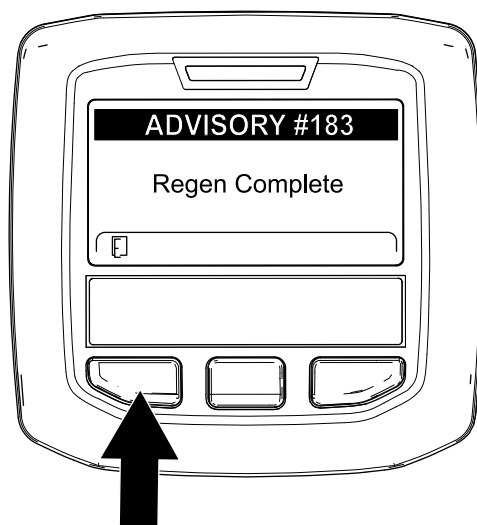

Figura 63
9. Cuando el ordenador del motor finaliza una regeneración con la máquina aparcada o una regeneración de recuperación, el InfoCenter muestra ADVISORY #183 (Aviso n.º 183) (Figura 63). Pulse el botón de la izquierda para salir a la pantalla de inicio.